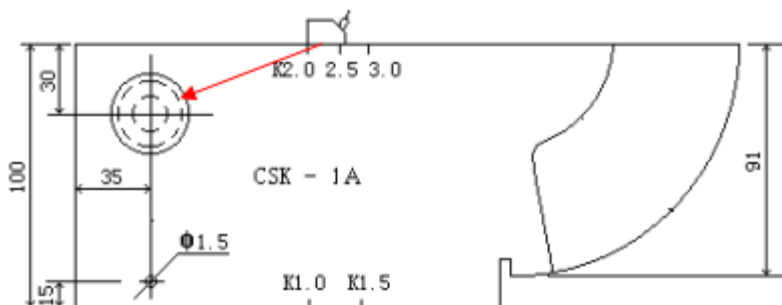

Abb. 11: Kalibrierung des Einschallwinkels von Winkelprüfköpfen
1. Prüfkopf mit Koppelgel auf Kalibrierkörper aufsetzen (s. Abb. 11).